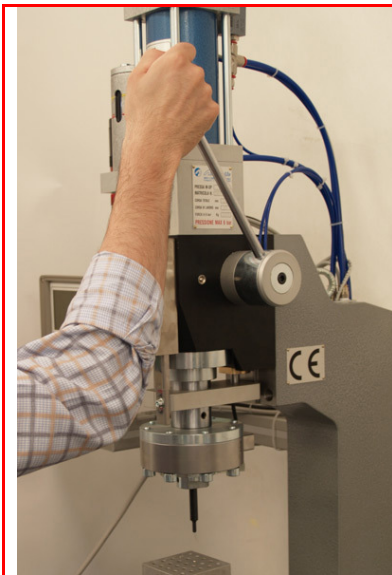

Abb. 1
- Deckel auf der Oberseite des Tanks gegen den Uhrzeigersinn abschrauben (Abb. 1)